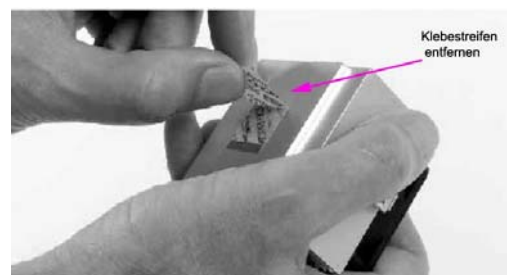

Abbildung 71: Entfernen des Klebestreifens vom Kühler [60]
7. Auf dem Kühlerkörper befindet sich ein Klebestreifen, siehe Abbildung 71. Unter diesem Klebestreifen ist ein Wärmeleitpad. Wichtig dabei ist, dieses Wärmeleitpad nicht anzufassen. Anstatt des Wärmeleitpads kann es auch sein, dass Wärmeleitpaste beigelegt ist. Diese wird dünn auf den Prozessor aufgestrichen.